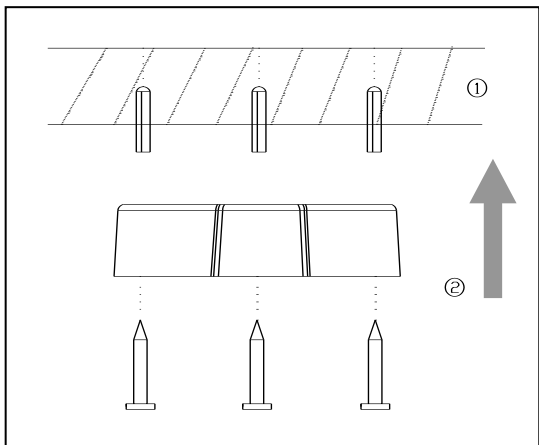

图 2-1 吊顶安装示意图（底座）（A 型产品）
注意：安装实际环境若是水泥钢筋混凝土硬质天花板，需先安装膨胀螺栓（膨胀螺栓的安装孔位需要和底座孔位一致），然后安装底座。如图2-1中①所示。若是木质或软质，可以省略膨胀螺栓，直接使用自攻螺钉直接安装底座。安装的顶棚，至少需要能够承受3倍于半球机的重量。